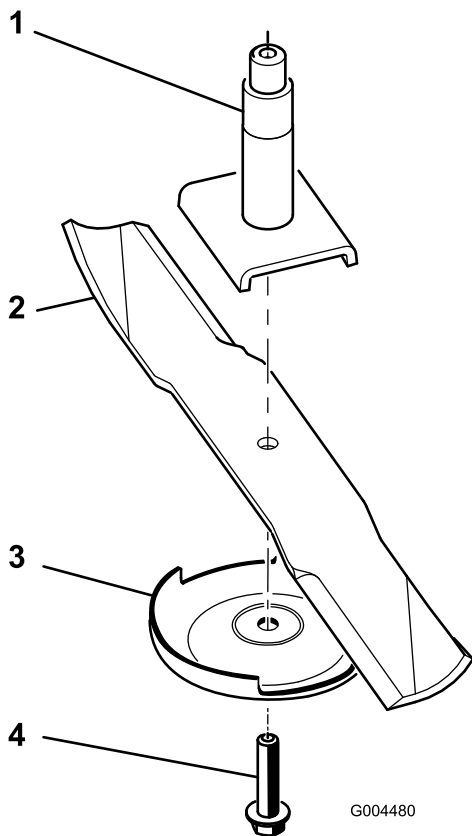

Bild 73
2. Entfernen Sie die Messerschraube, die Antiskalpierplatte und das Messer von der Spindelwelle (Bild 73).
Hinweis: Wenn das Schnittmesser in seiner horizontalen Position bleibt, ist es ausgewuchtet und kann wiederverwendet werden. Feilen Sie, wenn das Schnittmesser nicht ausgewuchtet ist, vom Flügelbereich des Messers etwas Metall ab (Bild 73).
1. Setzen Sie das Messer auf die Spindelwelle (Bild 73).
2. Montieren Sie die Antiskalprierplatte und die Messerschraube (Bild 73).